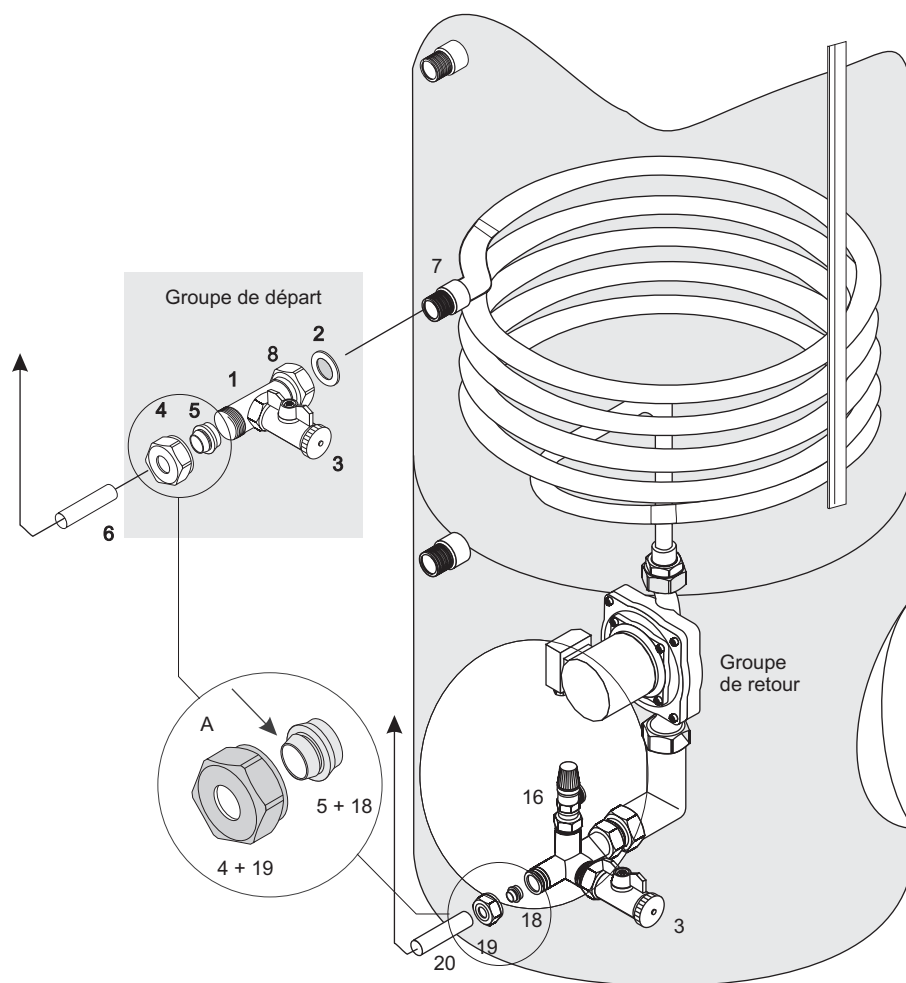

Fig. 23 Circuit solaire avec groupe de départ et groupe de retour (pompe de circulation incluse).
Raccord du groupe solaire (Fig. 23)
- Prenez dans le carton les éléments représentés dans la Fig. 23.
- Fixez le groupe de départ à l'aide de l'écrou (8) sur le départ solaire du ballon (7). N'oubliez pas le joint plat étanche (2)! Vous pouvez réaliser la liaison solaire (6) à partir du raccord du ballon solaire avec un angle au choix à 90° ou à 180° en interchangeant les raccords olive (4) + (5) avec la vanne de remplissage à boisseau sphérique (3). Orientez les vannes d'arrêt horizontalement ou vers le haut.
- En cas de dysfonctionnement, il peut y avoir des pertes de fluide au niveau de la soupape de sécurité (16). Afin d'éviter que l'isolation ne soit mouillée, nous vous recommandons de prévoir l'évacuation du fluide craché par le groupe de sécurité à l'aide d'un tube de cuivre 22x1 par ex. passé à travers l'un des orifices d'aération.
- Le retour du circuit solaire (Fig. 23, 20) doit être raccordé au groupe de retour à l'aide des raccords olives (18) et (19) et au groupe de départ solaire (6) avec les raccords olives (4) et (5). De plus, sciez bien perpendiculairement les tubes de liaisons, ébavurez les et serrez les raccords olives jusqu'au clac de serrage.
- La mise en œuvre correcte de la réduction (5,18) est représentée dans la loupe A (Fig. 23). Le coté ayant la plus petite section doit être tourné vers l'écrou de raccord. Assurez un contre serrage à l'aide d'une clé appropriée lors du serrage.